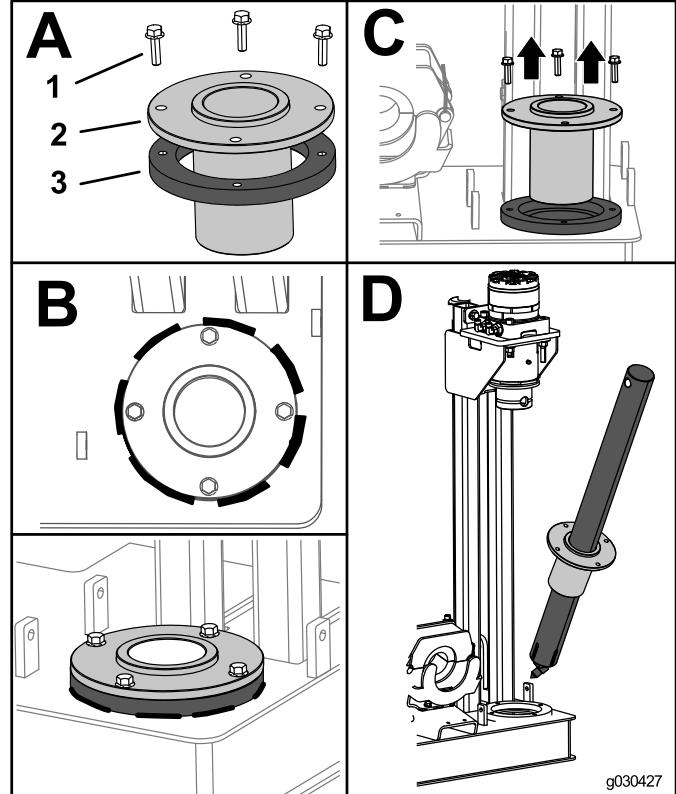

Figure 4
- Fixez le guide de vrille sur l'anneau de guidage avec 8 boulons (M8) (encadré A de Figure 4).
- Soudez l'anneau de guidage sur la machine en utilisant 7 soudures de 5 cm par 0,64 cm (2 po par 0,25 po) également espacées, comme montré dans l'encadré B de Figure 4.
- Déposez les boulons et le guide de vrille (encadré C de Figure 4).
- Placez le guide sur la vrille et guidez la vrille dans l'anneau de guidage sur la machine (encadré D de Figure 4).
- Fixez l'anneau de guidage sur le guide soudé à l'aide de 8 boulons (M8-1 1/4 x 20 mm), comme montré à la Figure 4.